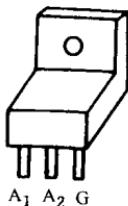
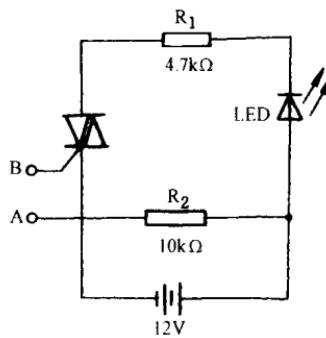

图 1-2
图 1-3 双向可
(4)双向可控硅损坏。可控硅击穿是可控硅式调光台灯的常见故障，可用万用表检查。正常情况下，G 极与 A₁ 极（见图 1-2）正反向电阻较小（30~50Ω），G 极与 A₂ 极、A₁ 极与 A₂ 极正反向电阻为无穷大。还可以用以下方法检查，即按图 1-3 将可控硅接入电路，发光二极管 LED 应不亮；用一根导线将 A、B 两点迅速连通一下，LED 应立即发光并保持下去，否则说明双向可控硅损坏，应予以更换。